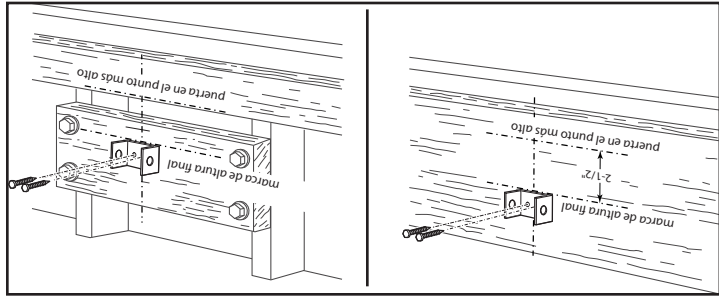

FIG. 2-3 Montaje del soporte del travesaño (en el travesaño y arriba del travesaño).
puerta del garaje, usted necesita agregar una "superficie de montaje". Un larguero de 2" x 6" bien sujetado (larguero y herrajes no se incluyen) a los montantes de pared en cualquiera de los lados de su marca será suficiente (Fig. 2-3).
- Sostenga el soporte del travesaño contra la pared (Fig. 2-3).
- Sujete el soporte del travesaño con 2 pijas (provisos) (Fig. 2-3).